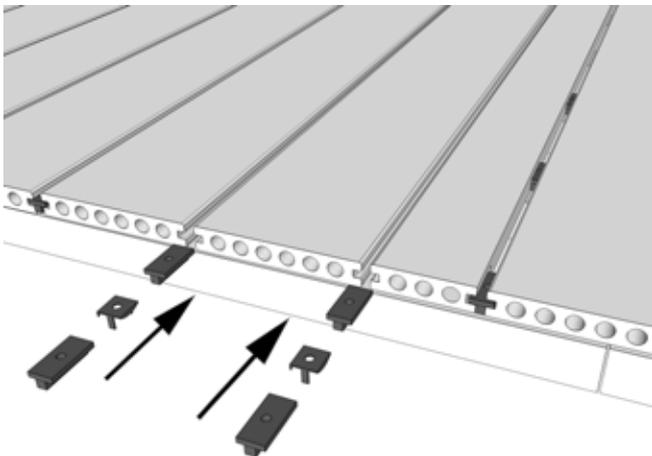

Figura 9
- 7 Instala la penúltima (al lado del último) placa, como se muestra en la Figura 9: